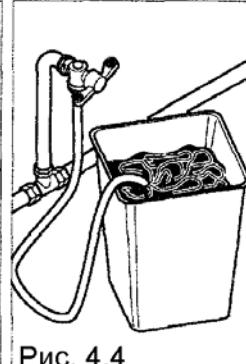

Рис. 4.4
- перед подключением к водопроводу выпустите немного воды из крана, чтобы удалить возможные частицы грязи (рис. 4.4)